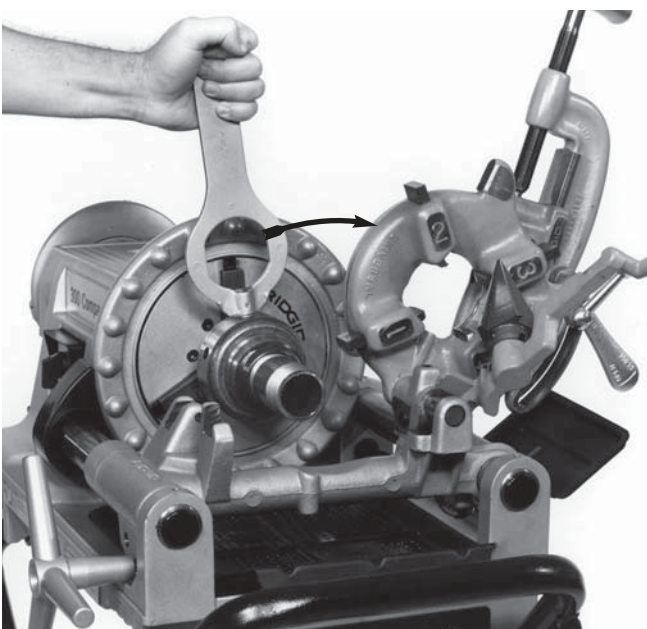

Рисунок 18 – Установка необработанного патрубка и освобождение готового патрубка с помощью ключа
6. Вставьте штифт на конце ключа (рисунок 18) в одно из отверстий разжимающей втулки патрона для патрубков и поверните. Вручную уберите патрубок с резьбой.